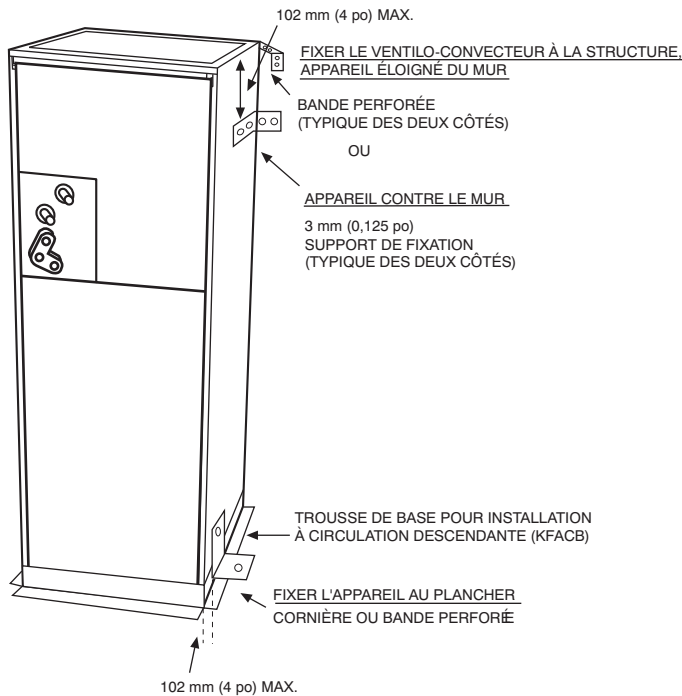

Fig. 7 – Serpentin en A
- b. Si le ventilateur se trouve contre un mur, fixez-le au poteau mural au moyen de cornières de 3 mm (1/8 po) d'épaisseur. Fixez les supports au ventilateur au moyen de vis autotaraudeuses n° 10 et au poteau mural au moyen de vis tire-fond de 5/16 po (Fig. 7).